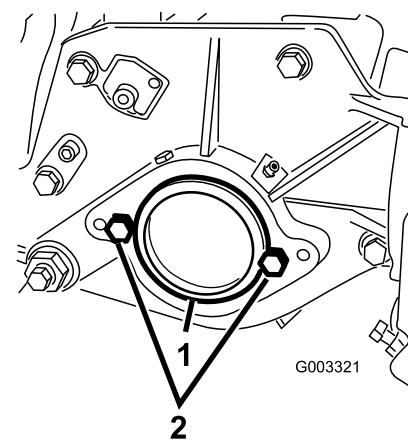

図 17
2. カッティングユニット右側のベアリング・ハウジングについているプラスチック製のプラグを外す (図 17)。
3. 右側サイドプレートからキャップスクリュ2本を取り外す (図 17)。
5. カッティングユニットの左側サイド・プレートに、リール・モータ取り付け用のキャップスクリュ2本を仮止めする (図 17)。